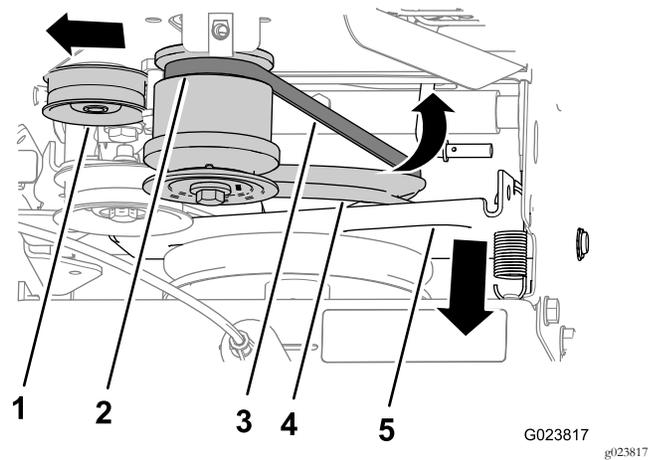

Figura 42
4. Ruotate la staffa di comando della trazione e la puleggia di trazione in avanti (Figura 42).
7. Fate scorrere via la cinghia dalla scanalatura posteriore della puleggia del motore e rimuovete la cinghia dalla macchina (Figura 42).
2. Allineate la cinghia nella scanalatura nella parte inferiore della puleggia di trazione (Figura 42).
3. Tirate la puleggia di tensione verso l'esterno (Figura 42).
4. Allineate la cinghia nella scanalatura posteriore della puleggia del motore (Figura 42).